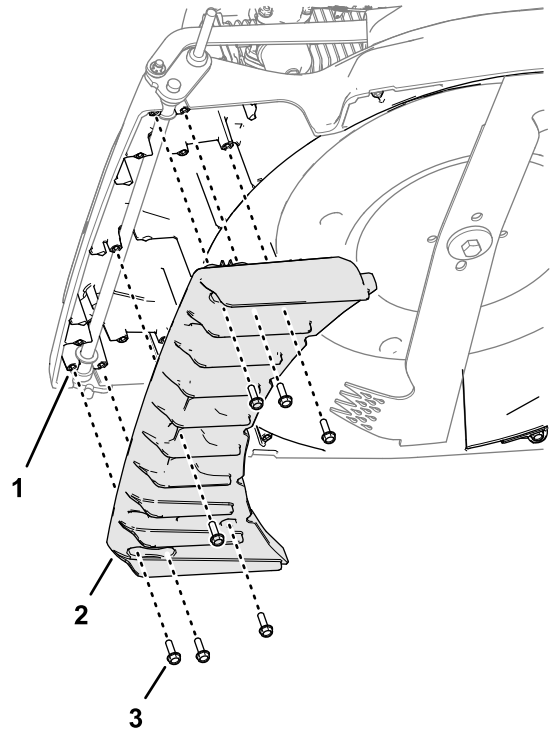

Figura 7
2. Retire los 7 tornillos autorroscantes con arandela prensada (6 x 20 mm) que fijan las aletas delanteras a los soportes de la carcasa de la segadora y retire las aletas delanteras (Figura 7).